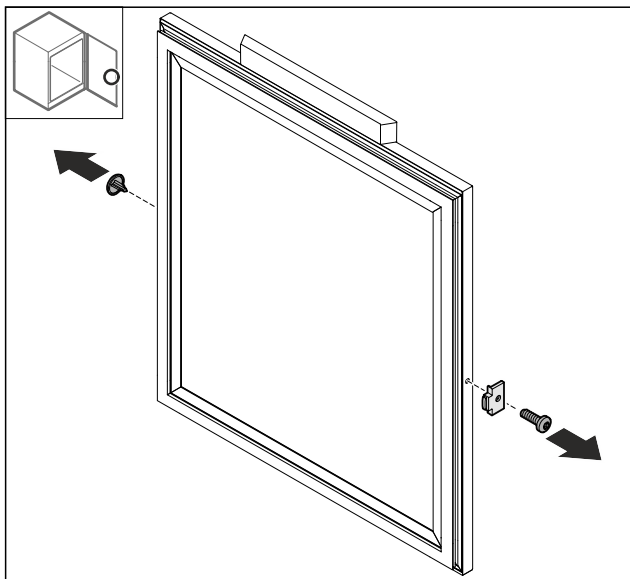

Fig. 73
- Αφαιρέστε το κάλυμμα Fig. 73 (1).
- Αφαιρέστε το στοπ πόρτας Fig. 73 (2).